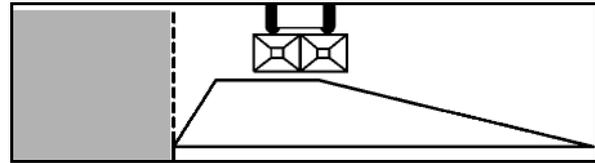

Fig. 70
3. Dispersión en borde (Fig. 70):